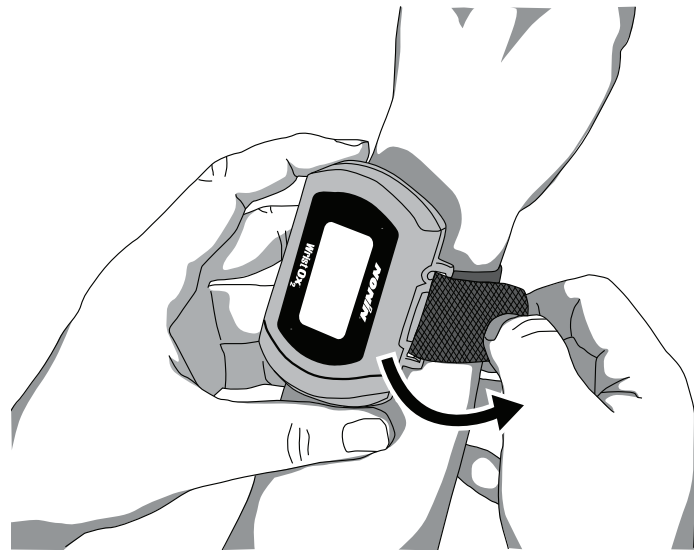

Figure 20: Fixation de la bande unique
5. Repliez la bande sur l'attache bracelet de manière à ce que l'attache se fixe à la bande (figure 20).